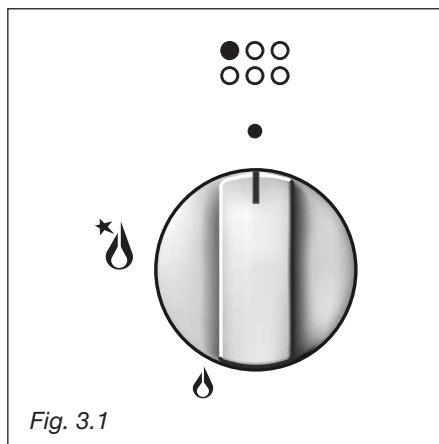
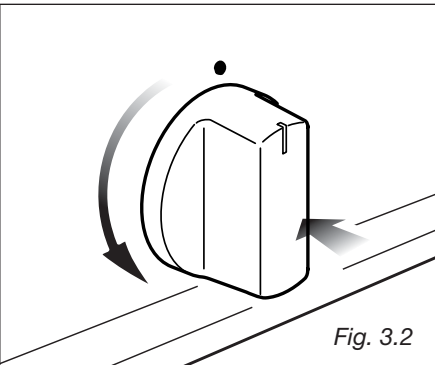

Fig. 3.1
Fig. 3.2
La entrada de gas en los quemadores esta regulada por las empuñaduras de la fig. 3.1.
- 1 – Gire el botón del grifo en sentido antihorario (fig. 3.2), hasta la capacidad máxima (llama grande  fig. 3.1), y manténgalo presionado, se obtendrá la activación del encendido. Si falta corriente eléctrica, acerque una llama al quemador.